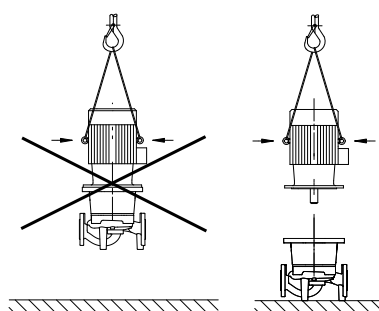

Fig. 20: Transportul motorului
- Ocheții de ridicare de la motor servesc numai la susținerea sarcinii motorului și nu se pretează la susținerea întregii pompe (Fig. 20).